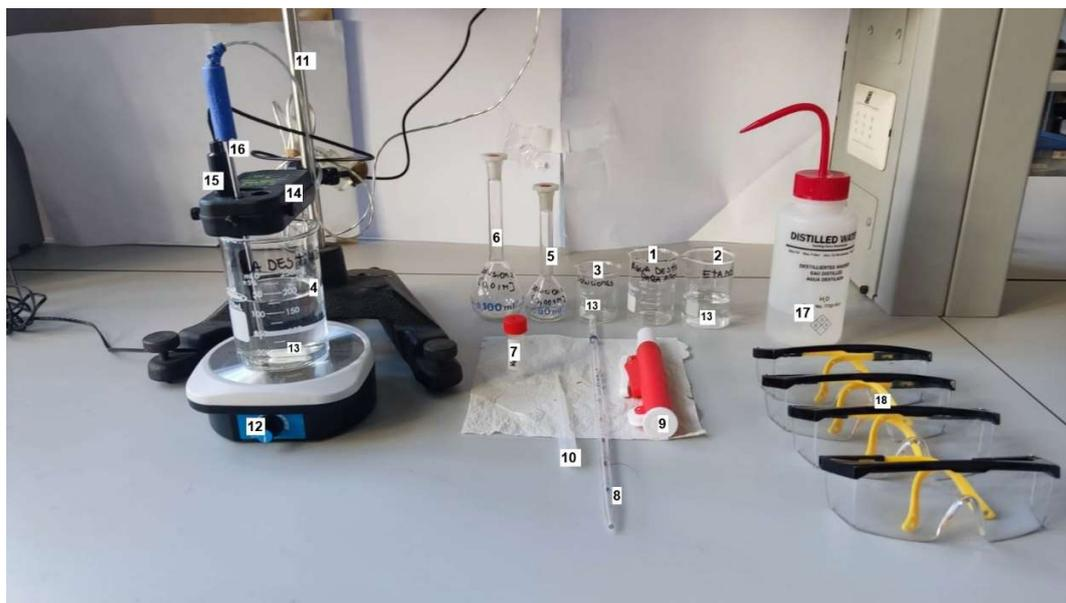

Figura 1. Materiales para la experiencia, dispuestos en el puesto de trabajo.
36. Asegúrese de que su mesón se encuentre limpio y ordenado igual que la Figura 1 al terminar.